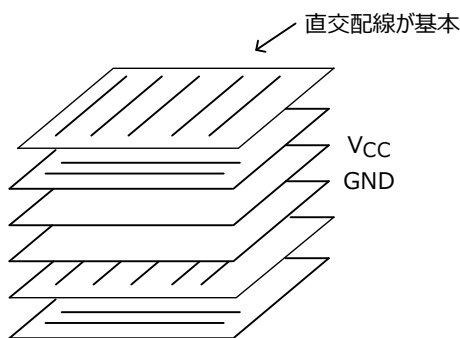

図 4.7 多層基板について
- ・ 多層基板の場合は、信号線を直行配線にする(図 4.7)